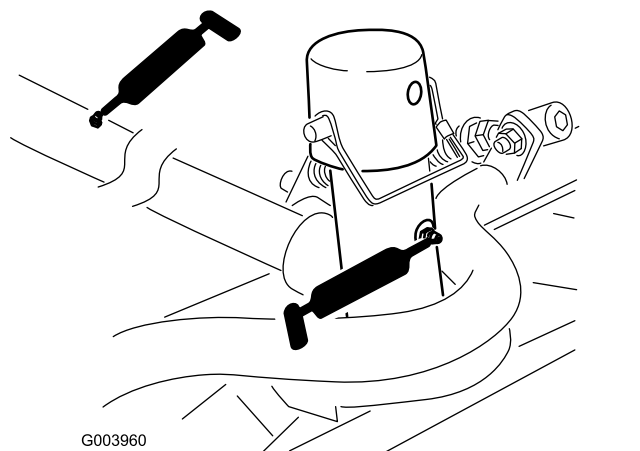

Figura 74
- Articulações do braço de elevação (1 cada) (Figura 74)
- Articulação e estrutura de transporte da unidade de corte (Figura 74)